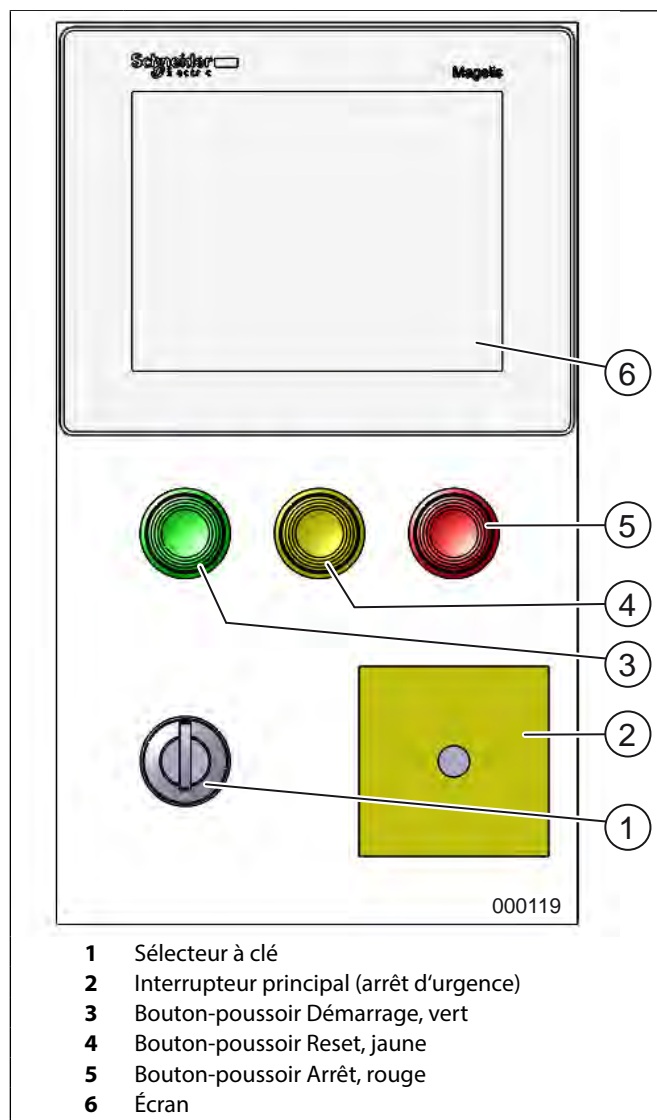

fig.7 Éléments de commande
1. Débloquer la barre d'arrêt d'urgence (fig. 6) de la table du destructeur (tirer la barre) et enclencher l'interrupteur principal (fig. 7/2) (position „1“).
2. Tourner la clé (fig. 7/1) vers la droite.
3. Appuyez sur le bouton de démarrage vert (fig. 7/3).
Quatre écrans principaux (fig.7/6) vous assistent pour la commande de la machine.
Une pression sur cette barre d'arrêt d'urgence permet d'arrêter la machine si celle-ci, pour une raison quelconque, doit être stoppée le plus rapidement possible. Pour la remettre en marche, déverrouiller la barre (en la tirant en arrière) et enfoncer le poussoir « Avance mécanisme de coupe » (fig. 7/3).
1. Mettre l'interrupteur principal (fig. 7/2) en position « 1 ».
2. Mettre la clé fournie dans le sélecteur à clé (fig. 7/1) et la tourner vers la droite.
- Le commutateur de verrouillage (fig. 7/1) est déverrouillé (clé tournée vers la droite).
- L'interrupteur général (fig. 7/2) est enclenché (position « 1 »).